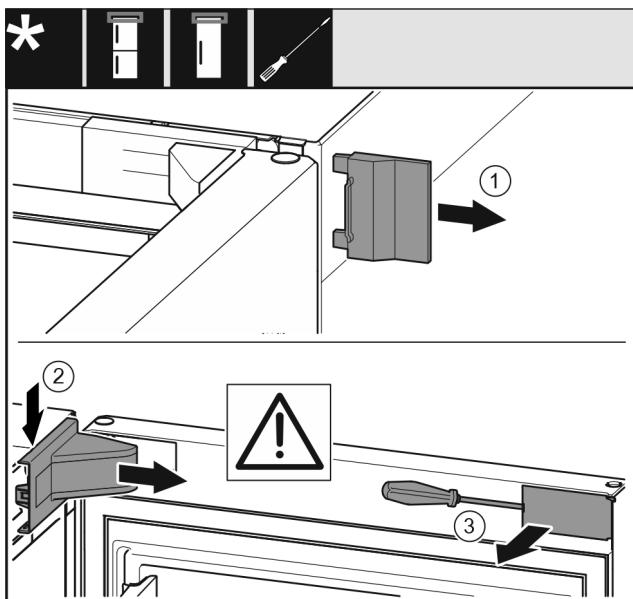

Fig. 12 *
- Свалете външния капак Fig. 12 (1).*
- Освободете и свалете капака на лагерната стойка Fig. 12 (2).*
- Освободете капачката Fig. 12 (3) с плоска отвертка и я завъртете настрани.*